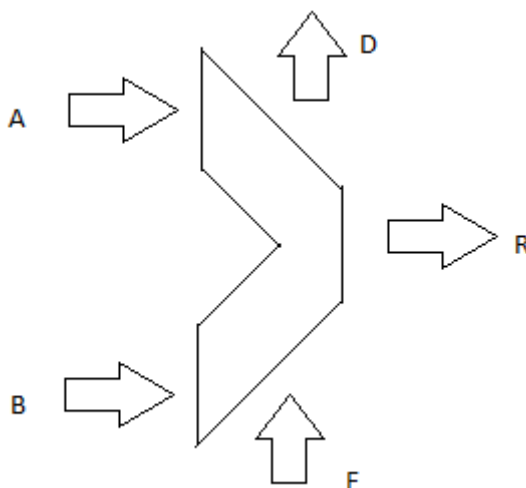

Figura 1: Desenho esquemático de uma ULA.
A Figura 1 mostra o desenho esquemático de uma ULA.
A instrução 1 soma o valor imediato 10 ao valor armazenado no registrador *R2* e armazena no registrador *R1*. No caso dessa instrução, a entrada *A* na Figura 1 recebe o valor do registrador *R2*, a entrada *B* o valor do imediato (10) e a saída *R* terá o valor da soma, sendo que este valor será armazenado no registrador *R1*. Já a instrução 2 subtrai o valor armazenado no registrador *R5* do valor armazenado em *R4* e armazena em *R3*, fazendo a operação
Se apertarmos o botão *KEY3*, os *switches* serão interpretados como uma instrução completa, ou seja, com código da operação e operandos de entrada e saída, sendo que o *switch* *SW0* é o menos significativo enquanto o *SW15* o mais significativo. Assim, cada instrução possui 16 bits, como especificado no documento. O conjunto de *switches* *SW0* a *SW3* indica a entrada *A* e do *switch* *SW4* ao *SW7*, a entrada *B* da Figura 1. Lembrando que a entrada *B* pode ser um imediato. Já o conjunto de *switches* *SW8* a *SW11* indica a saída do resultado (saída *R* na Figura 1), enquanto os *switches* *SW12* a *SW15* indicam a operação a ser realizada, *i.e.*, o código da operação.
As entradas *OpA* e *OpB* representam as entradas *A* e *B* da Figura 1. A entrada *Op* indica qual operação a ALU vai fazer (Add, Sub, etc.) e faz parte da entrada *F* na Figura 1. As saídas *Res* e
FlagReg indicam, respectivamente o resultado da operação e o sinal de saída da ALU, na Figura 1, as saídas *R* e *D* respectivamente.